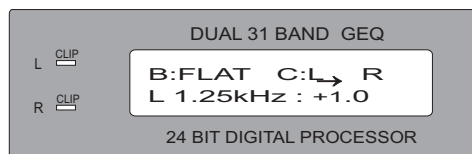

Fig. 5 Selección de Edición (Plana -Flat- /Copiar)
5. Presione el botón 5 mientras está en el menú principal (como se muestra en la Fig. 5) para ingresar la respuesta Flat (plana) y el nivel de ganancia para una respuesta de frecuencia con la selección de copia, I, D. Seleccione B (como se muestra en la Fig. 6) para programar una ganancia de 0 dB para la respuesta Flat (plana). Seleccione C para salir al menú principal y desactivar el programa.
5. Presione el botón 5 mientras está en el menú principal (como se muestra en la Fig. 5) y seleccione C para ingresar la frecuencia COPY desde el canal Izquierdo al canal Derecho. La pantalla se verá como se muestra en la Fig. 7: Presione B para copiar el nivel de ganancia del canal izquierdo en el canal derecho. La pantalla volverá al menú principal: Presione C para desactivar la operación.